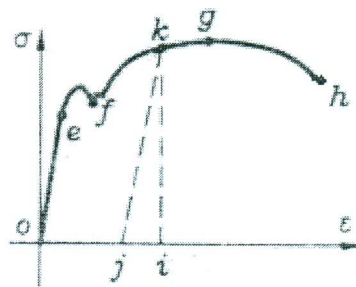

图 2-1
1、低碳钢的应力—应变曲线如图 2-1 所示, 其上 ( A ) 点的纵坐标值是材料的屈服极限和强度极限。